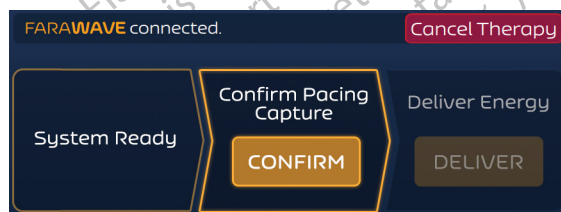

Bild 15. Behandlingsskärmen – Synkront läge – Bekräfta stimulering
4. Med stimulering på och registrering bekräftad, tryck på knappen PREPARE (FÖRBERED) för att initiera FARASTAR PFA-generatoren. När förberedelserna har slutförts kommer knappen CONFIRM Pacing Capture (BEKRÄFTA stimuleringsregistrering) att aktiveras (se bild 15).